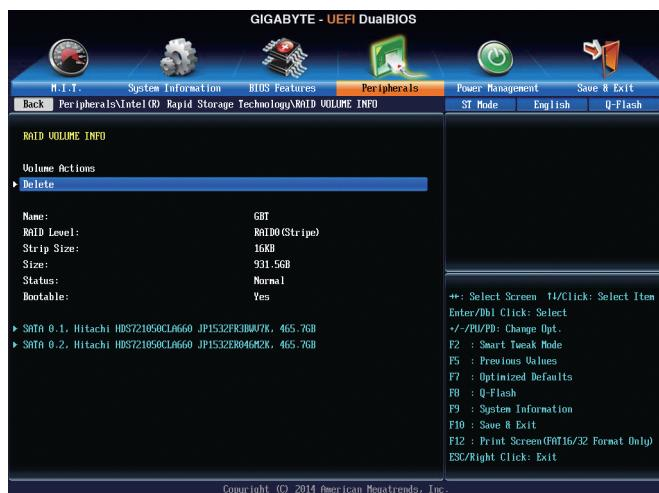

図7
完了すると、Intel(R) Rapid Storage Technology 画面に戻ります。RAID Volumes に新しい RAID ボリュームが表示されます。詳細情報を見るには、ボリューム上で<Enter> を押して RAID レベルの情報、ストライプブロックサイズ、アレイ名、アレイ容量などを確認します(図7)。